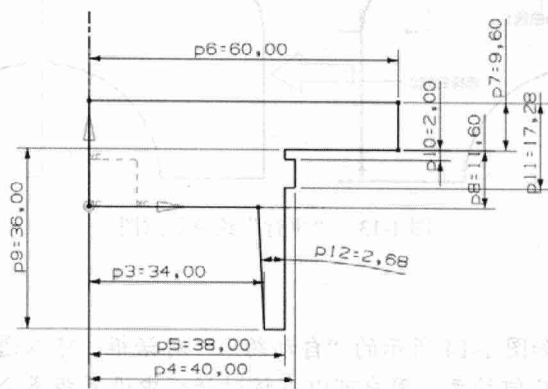

图 1-10 标注结果
Step4 采用同样的方法, 设定直线 2 和直线 10 之间的距离为 38, 直线 2 和直线 4 之间的距离为 60, 标注结果如图 1-10 所示。